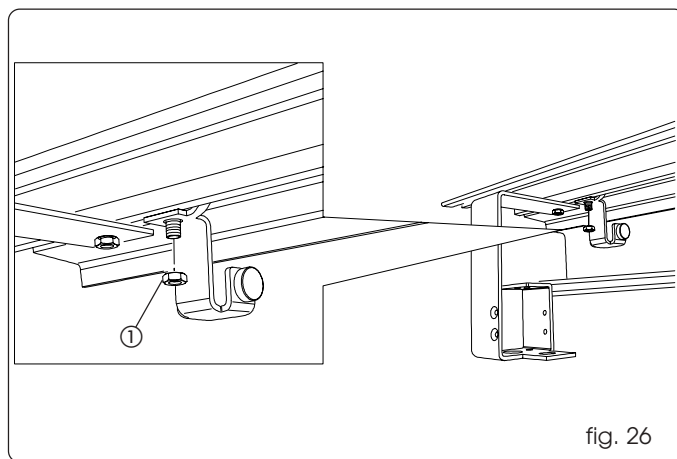

fig. 26
allentare i dadi di bloccaggio degli arresti meccanici (fig. 26 rif. ①) e portarli alle estremità della traversa.